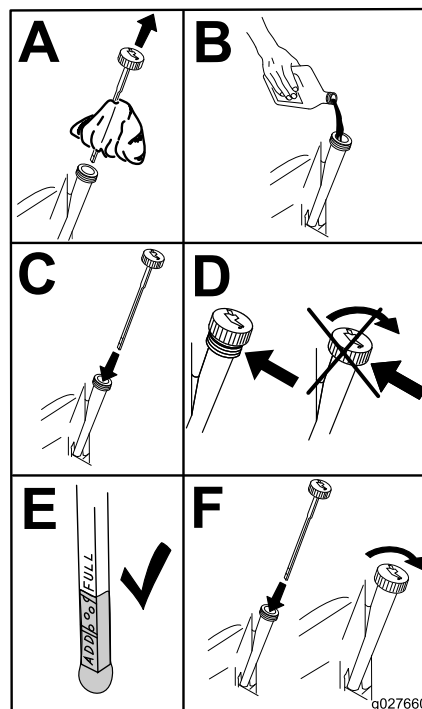

Figura 47
4. Versate lentamente circa l'80% dell'olio indicato nel tubo di rifornimento e sempre con cautela rabboccate l'olio necessario per portarlo alla tacca di **Pieno** (Figura 47).